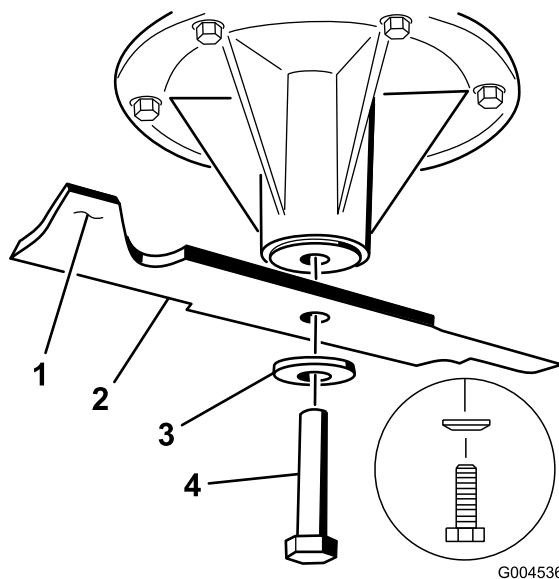

Figura 81
1. Montate la lama sull'asse del fusello (Figura 81).
2. Montate il disco elastico e il bullone della lama (Figura 81).
**Nota:** Il cono del disco elastico deve essere rivolto verso la testa del bullone (Figura 81).